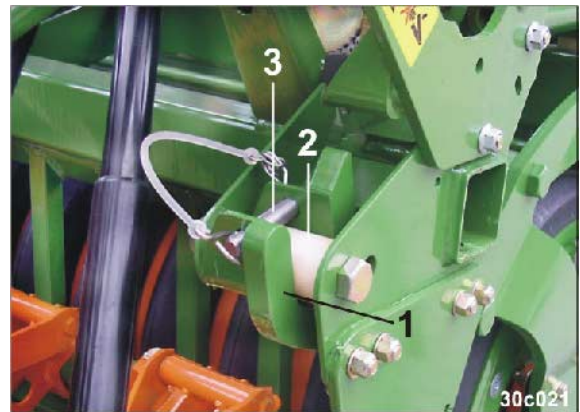

Fig. 99
3. Optag med fanganordningerne (Fig. 99/1) lejebøsningerne (Fig. 99/2).
4. Fastgør forbindelserne med bolte (Fig. 99/3), og isæt fjederstifter som sikring.